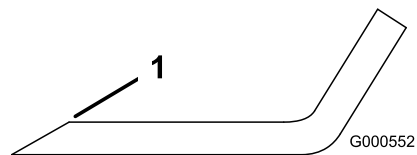

Figure 98
1. Au moyen d'une lime, aiguissez les tranchants à chaque bout de la lame (Figure 98).
Remarque: Si la lame est déséquilibrée, limez un peu l'extrémité de l'ailette seulement (Figure 98).